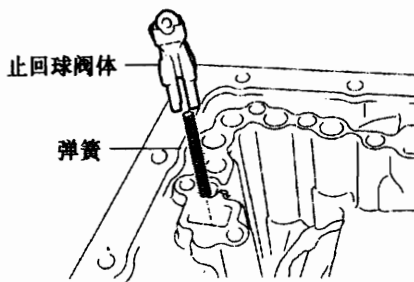

图 12-1-3
- (17) 如图 12-1-3 所示, 拆下止回球阀体和弹簧。